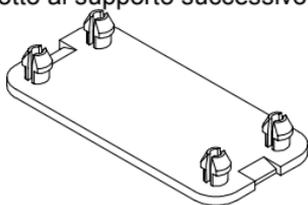

**Figura 3 – Supporto di montaggio visto dall'alto**
Per l'installazione a parete, il supporto deve essere orientato come mostra la Figura 3.
- 6 Appoggiate la base sul supporto. Tenendo fermo il supporto, muovete l'OM-DRAGON™ così da farne scivolare gli agganci sotto agli agganci corrispondenti del supporto. Vedi Figura 3.